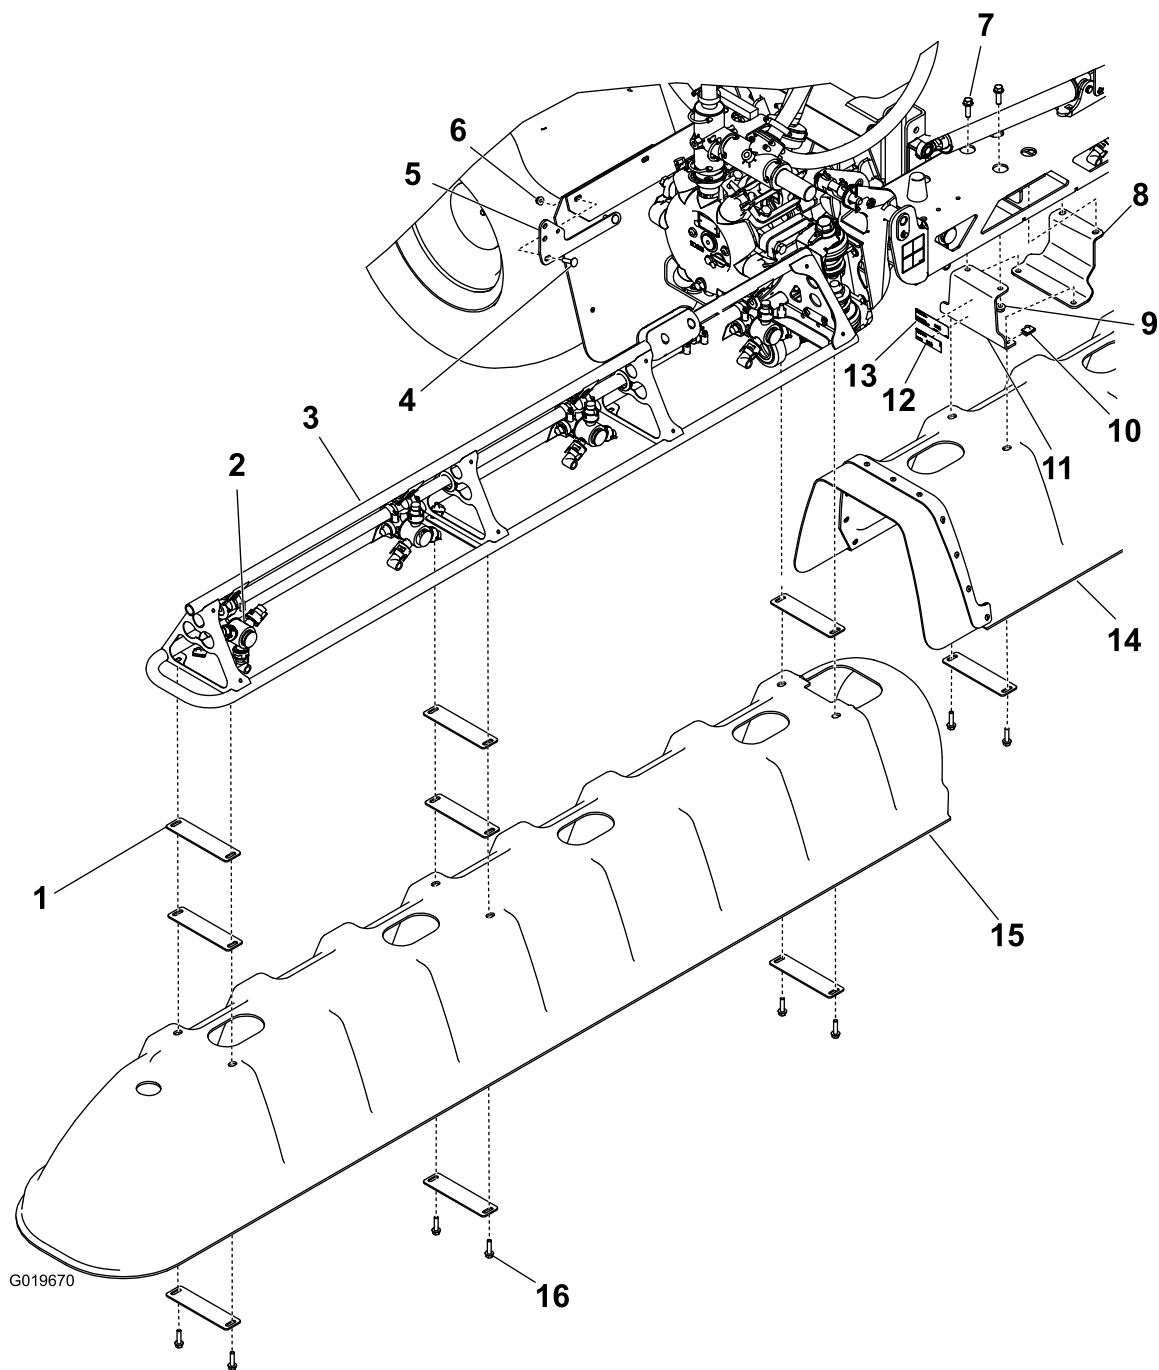

Figura 2
Coloque o autocolante do número de modelo/série e o autocolante de regulamentação num dos suportes da rampa central como se mostra na Figura 2.
1. Instale cada um dos dois suportes centrais e placas de montagem da rampa na rampa central utilizando dois parafusos de cabeça sextavada (3/8 x 1 1/4 pol.) e duas porcas flangeadas (3/8 pol.) como se mostra na Figura 2.
2. Instale o conjunto da cobertura central nos suportes da rampa central utilizando quatro porcas em U, duas placas de anilha e quatro parafusos de cabeça sextavada (5/16 x 1 1/4 pol.) como se mostra na Figura 2.
2. Instale uma das coberturas da rampa lateral (Figura 2) utilizando oito placas de anilha, seis parafusos de cabeça sextavada (5/16 x 1 1/4 pol.) e seis porcas em U.
1. Instale o suporte de montagem da válvula de drenagem na máquina com dois parafusos de carroçaria e duas porcas flangeadas (5/16 pol.) como se mostra na Figura 2.
2. Mova a válvula de drenagem da posição existente e instale-a no suporte de montagem (Figura 2) utilizando o pino de sujeição e o cordão.